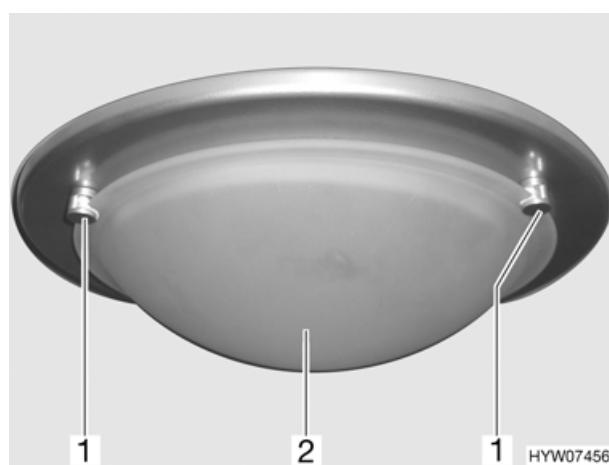

Fig. 108 Lampada a soffitto
- Girare di lato uno dei tre blocchaggi sulla lampada a soffitto (Fig. 108,1).
- Rimuovere la copertura della lampada (Fig. 108,2).